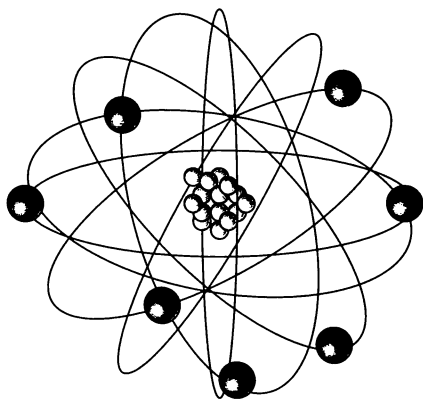

Рис. 2.1
**Планетарная модель** атома Э. Резерфорда (рис. 2.1), согласно которой атом состоит из положительно заряженного ядра и электронов, вращающихся вокруг ядра по замкнутым орбитам подобно планетам, движущимся вокруг Солнца, не смогла объяснить излучение и поглощение энергии атомом.